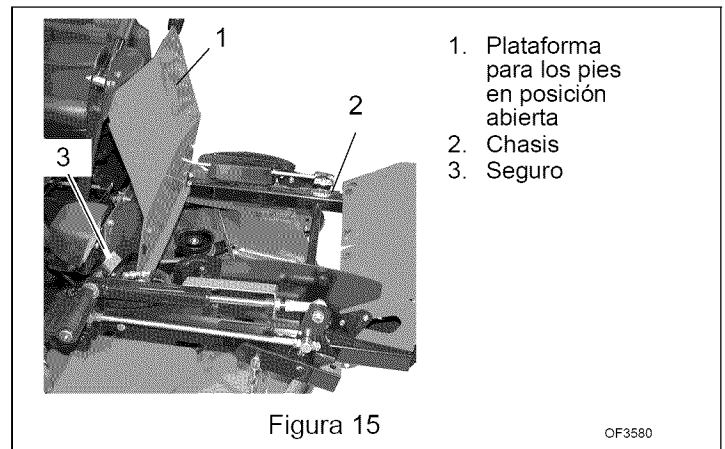

Figura 15
5. Coloque la plataforma para los pies en la posición abierta (Figura 15).